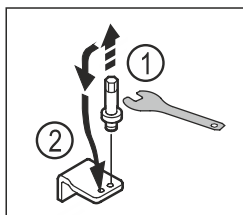

Fig. 17
- Svitare il perno del blocco inferiore di supporto con una chiave a esagono SW5. Fig. 17 (1)
- Inserire il perno sul lato opposto. Fig. 17 (2)